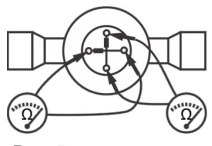

Рис. 5
- Для проверки шагового двигателя: Снимите разъём с контактов клапана. Используйте Омметр для измерений. Проверьте сопротивление обмоток как показано на рис. 5. Данные приведены в таблице ниже